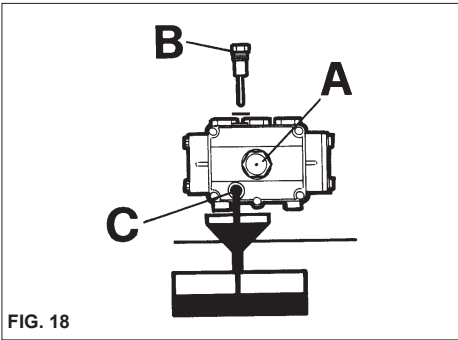

FIG. 18
- 2) Dévisser le bouchon de la tige de contrôle de niveau (fig. 18).